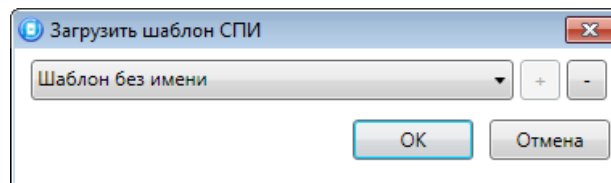

Рис. 6.4. Окно *Загрузить шаблон СПИ*
- *Загрузить шаблон настроек:* открытие окна *Загрузить шаблон СПИ* (Рис. 6.4), с помощью которого можно сконфигурировать контроллер по предварительно созданному шаблону. Для того чтобы применить шаблон, выберите его в списке и нажмите кнопку *ОК*. Для того чтобы удалить один из сохраненных шаблонов, выберите его в списке и нажмите кнопку *Отмена*.